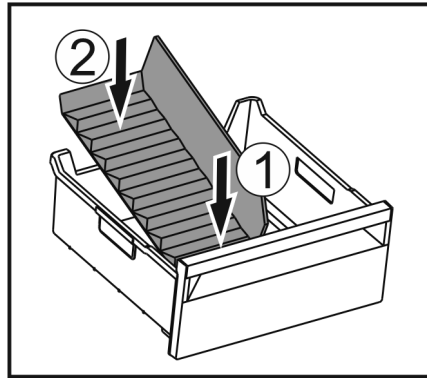

Fig. 235
- Вставити передню частину перегородки відділення для льоду. Fig. 235 (1)
- Опустити задню частину перегородки відділення до дна ящика для кубиків льоду. Fig. 235 (2)